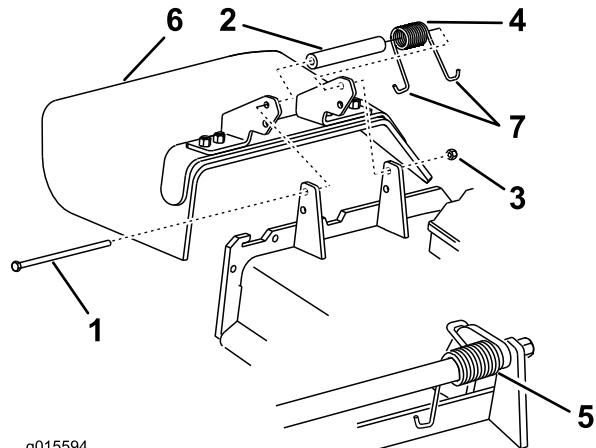

図 89
1. デフレクタをピボットブラケットに固定しているロックナット、ボルト、スプリング、スペーサを外す（図 89）。デフレクタを取り外す。
注 必ず J 形端部のひとつをデッキ後部のエッジに引っ掛け、それから 図 89 のようにボルトを取り付けてください。
3. ボルトとナットを取り付ける。J 形端部のひとつをデフレクタに引っ掛ける（図 89）。